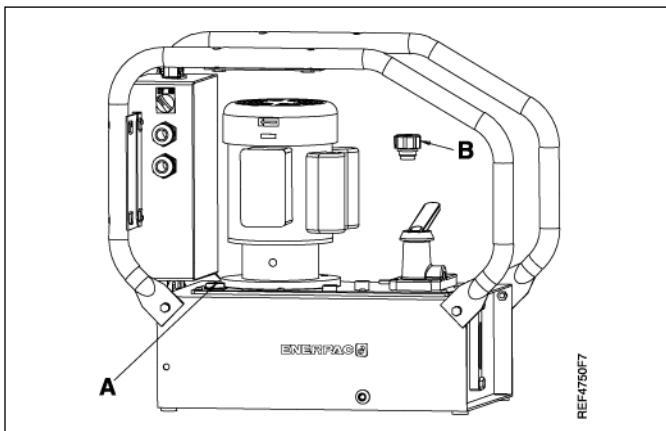

Abbildung 5
4.5 Belüftungsstopfen (s. Abbildung 5)